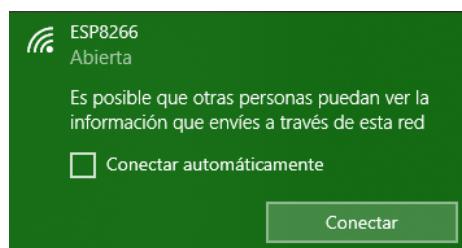

Figura 5: Red WiFi generada por el dispositivo.
7. Adquirir en cada caso los resultados de las **variables internas almacenadas** en la memoria RAM del Arduino en el arranque y cambio de carga. Para la adquisición de las variables internas del microcontrolador, se debe usar la interfaz web generada en la placa WiFi presente en la placa de control de motores. Para ello, primero se debe conectar la computadora utilizada a la red llamada “ESP8266” como se muestra en la Figura 5.